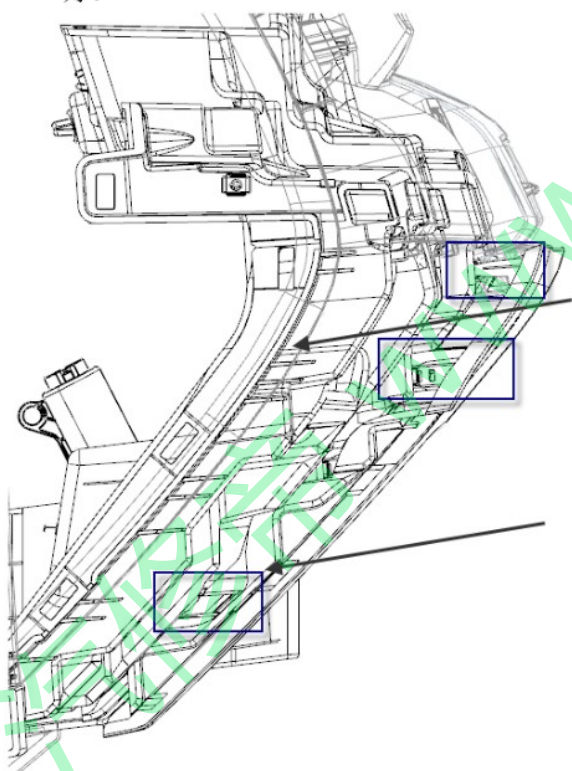

图 1.5.13 下挡板安装示意图
- (4) 检查拆下后的十五个卡扣 (BYDQ836A02) 是否安装在零件相应的位置;
- (5) 沿斜向下方向对准各处安装结构 (图 1.5.13 方框处);
- (6) 如图示箭头方向沿斜下方 (卡扣座方向) 用力按压至卡扣卡进各处卡接结构, 再轻拍各装配处至装配牢靠, 外观配合完好。